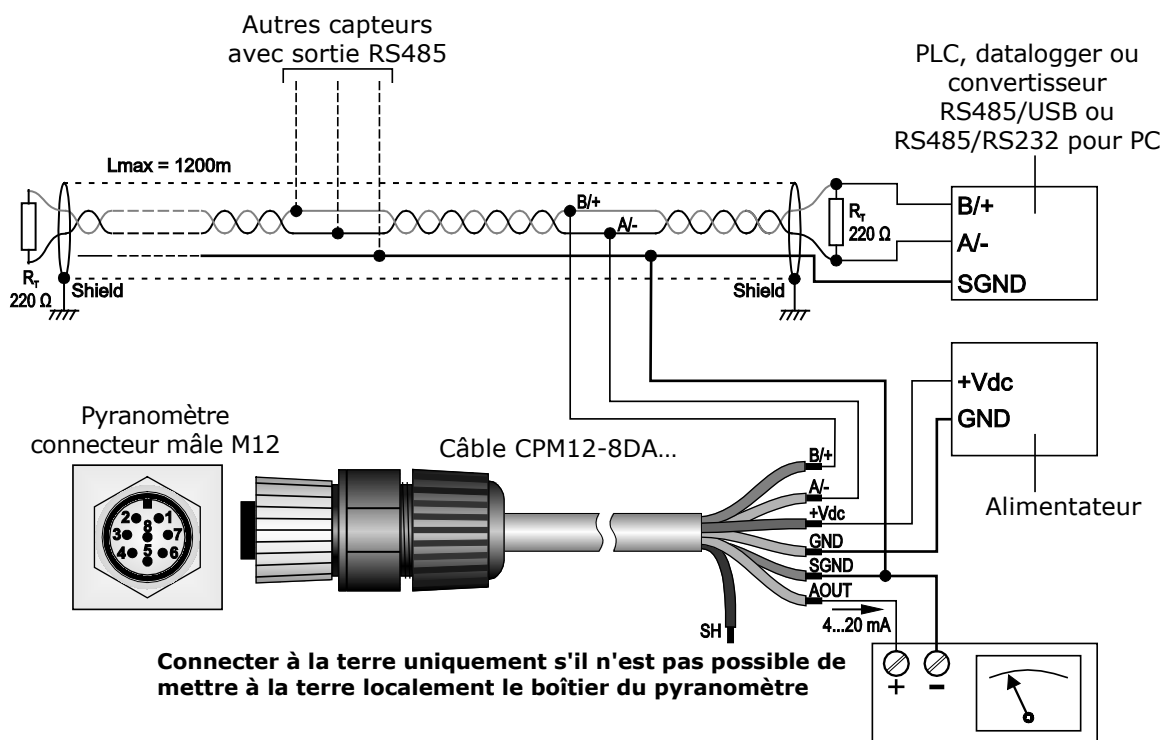

Fig. 4.6: Connexions LPPYRA10ACS[4]
- Une sortie **4...20 mA**, nécessitant une alimentation externe de **10...30 Vdc**. Elle doit être connectée à une alimentation et à un instrument avec entrée 4...20 mA comme indiqué sur la fig. 4.6. La résistance de charge de l'instrument qui lit le signal doit être $\leq 500 \Omega$.
- Une sortie **RS485 Modbus-RTU**, nécessitant une alimentation externe de **5...30 Vdc**. Elle doit être connectée à une alimentation et à un PLC, un enregistreur de données ou un convertisseur RS485/USB ou RS485/RS232 pour PC, comme indiqué sur la figure 4.6. La sortie RS485 n'est pas isolée.